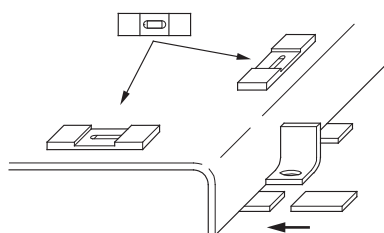

Fig. 8: Nivelarea și alinierea plăcii de bază
- Așezați placa de bază și nivelați-o pe ambele direcții cu ajutorul unor șaibe de compensare suplimentare (a se vedea Fig. 8).
- Aliniați întreg agregatul la montarea pe fundație cu ajutorul nivelei cu bulă de aer (pe arbore/racordul de refulare) (a se vedea Fig. 8). Placa de bază trebuie să fie orizontală, până la o toleranță de 0,5 mm pe metru.